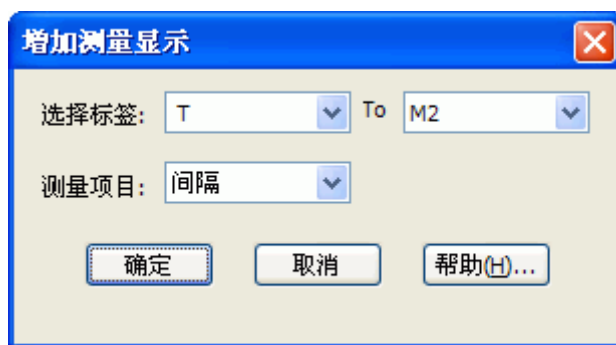

图 6.23 增加测量显示对话框
- **步骤1**：点击工具栏中的快捷按钮或选择菜单中【分析】-【增加测量显示】选项，弹出如图 6.23所示的对话框。
- **选择标签**：选定标签，即指定测量范围。图 6.23为从采样开始处到标签M2。